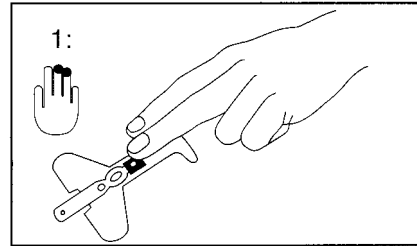

Abb. 31 Sensorpositionierung
- 1 Öffnen Sie die Verpackung und nehmen Sie den Sensor heraus. Halten Sie den Sensor mit der beige bedruckten Seite nach unten und biegen Sie ihn nach hinten, um die Rückseite abzuziehen. Richten Sie den Sensor so aus, dass zuerst der Empfänger angelegt werden kann (Abb. 31).